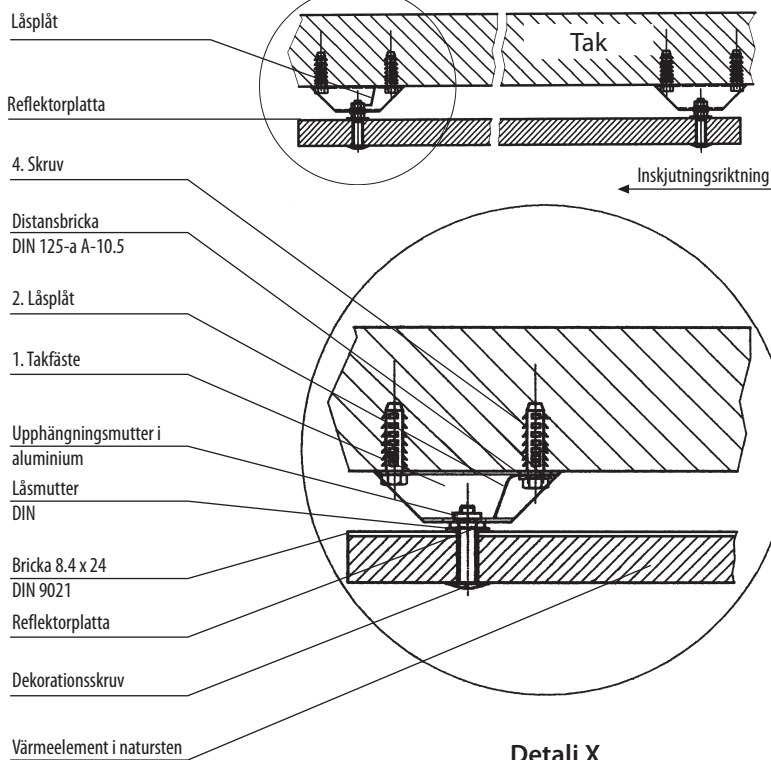

Bild 3
1. Vid takmontering skall de 4 takfästena – sida 2, bild 3 – monteras i taket med lämpliga fästskruvar. För 2 takfästen skall såsom visas